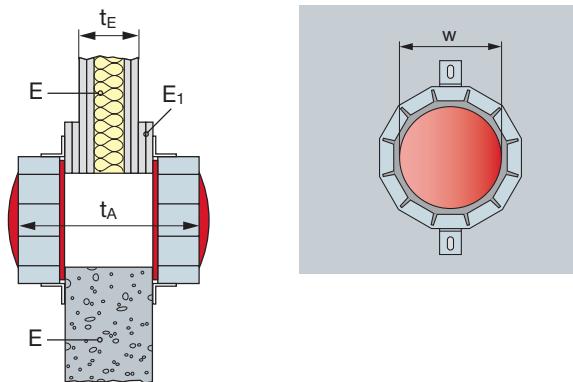

Abb. 10: Leerschott, keine Versorgungsleitungen
### Leichtbauwand, Abb. 10, oberer Abschnitt (E).
### Massivwand, Abb. 10, unterer Abschnitt (E).